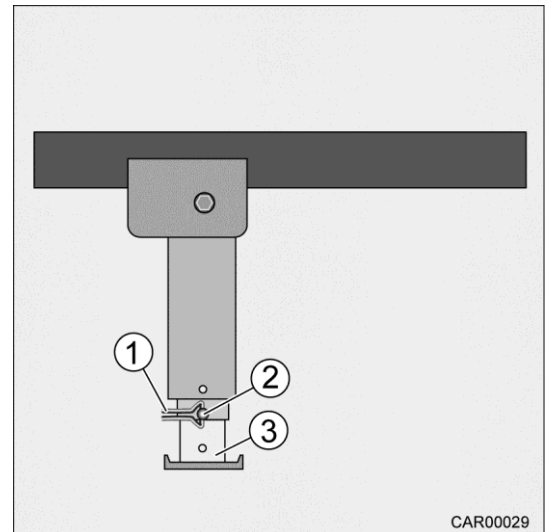

Fig. 32 Béquille arrière à manivelle
3. Enlever la pince de sécurité (Fig. 32/1) de l'axe (Fig. 32/2).
4. Tirer l'axe (Fig. 32/2) hors du prolongement du pied d'appui (Fig. 32/3).
5. Sortir le prolongement du pied d'appui (Fig. 32/3) sur la longueur souhaitée.
6. Enficher l'axe (Fig. 32/2) dans le prolongement du pied d'appui (Fig. 32/3) et le bloquer avec la pince de sécurité (Fig. 32/1).
2. Enlever la pince de sécurité (Fig. 32/1) de l'axe (Fig. 32/2).
3. Tirer l'axe (Fig. 32/2) hors du prolongement du pied d'appui (Fig. 32/3).
4. Glisser le prolongement du pied d'appui (Fig. 32/3) complètement à l'intérieur et enficher l'axe (Fig. 32/2) dans l'alésage.
5. Bloquer l'axe (Fig. 32/2) avec la pince de sécurité (Fig. 32/1).